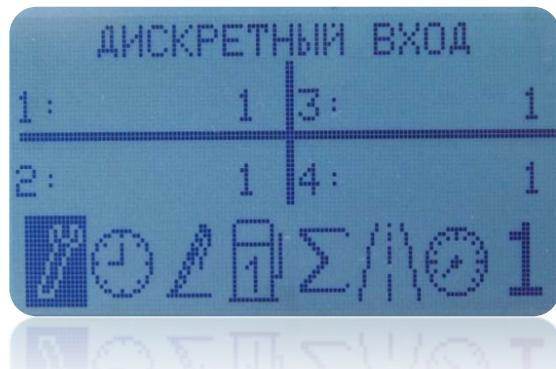

Рисунок 42 – Дискретные входы БУК
- состояние 4 дискретных входов (рис. 42);